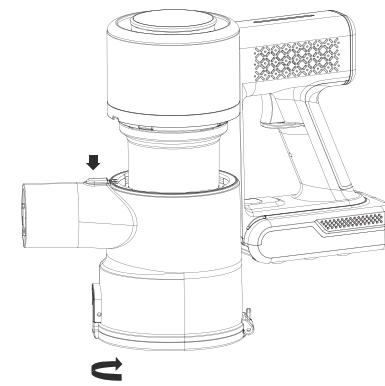

Fig 1.
2. Pressione o botão de liberação, segure o copo do pó e gire-o no sentido horário para remover o copo do pó, Fig. 1.